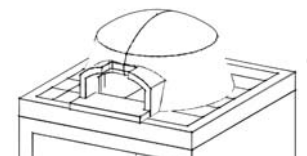

Fig.5
5. Montare la **volta** a secco e sigillare, solo esternamente, tutte le giunzioni tra gli elementi, utilizzando la malta fornita con il kit (Fig.5).